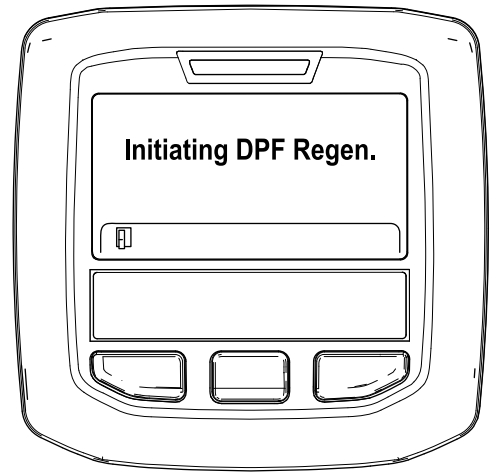

Bild 35
- A. Die Meldung „Initiating DPF Regen.“ wird angezeigt (Bild 35).